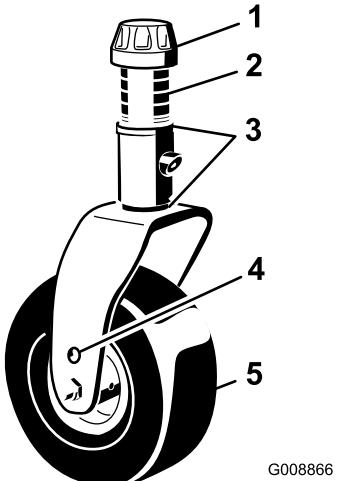

Bild 14
- Setzen Sie die 3-mm-Beilagscheiben an den Laufradgabeln auf der jeweiligen Schnitthöhe ein, die auf dem Schild angezeigt wird (Bild 14); siehe „Einstellen der Mähwerkneigung“.